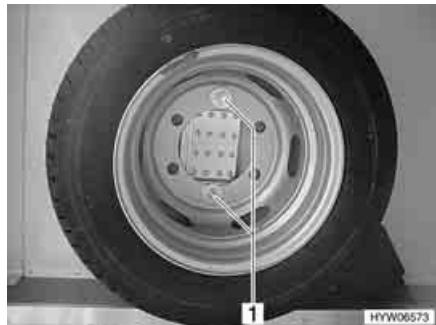

Fig. 257 Ruota di scorta nel gavone di coda
- Svitare i due bulloni (Fig. 257,1) con una chiave per dadi di fissaggio ruota.